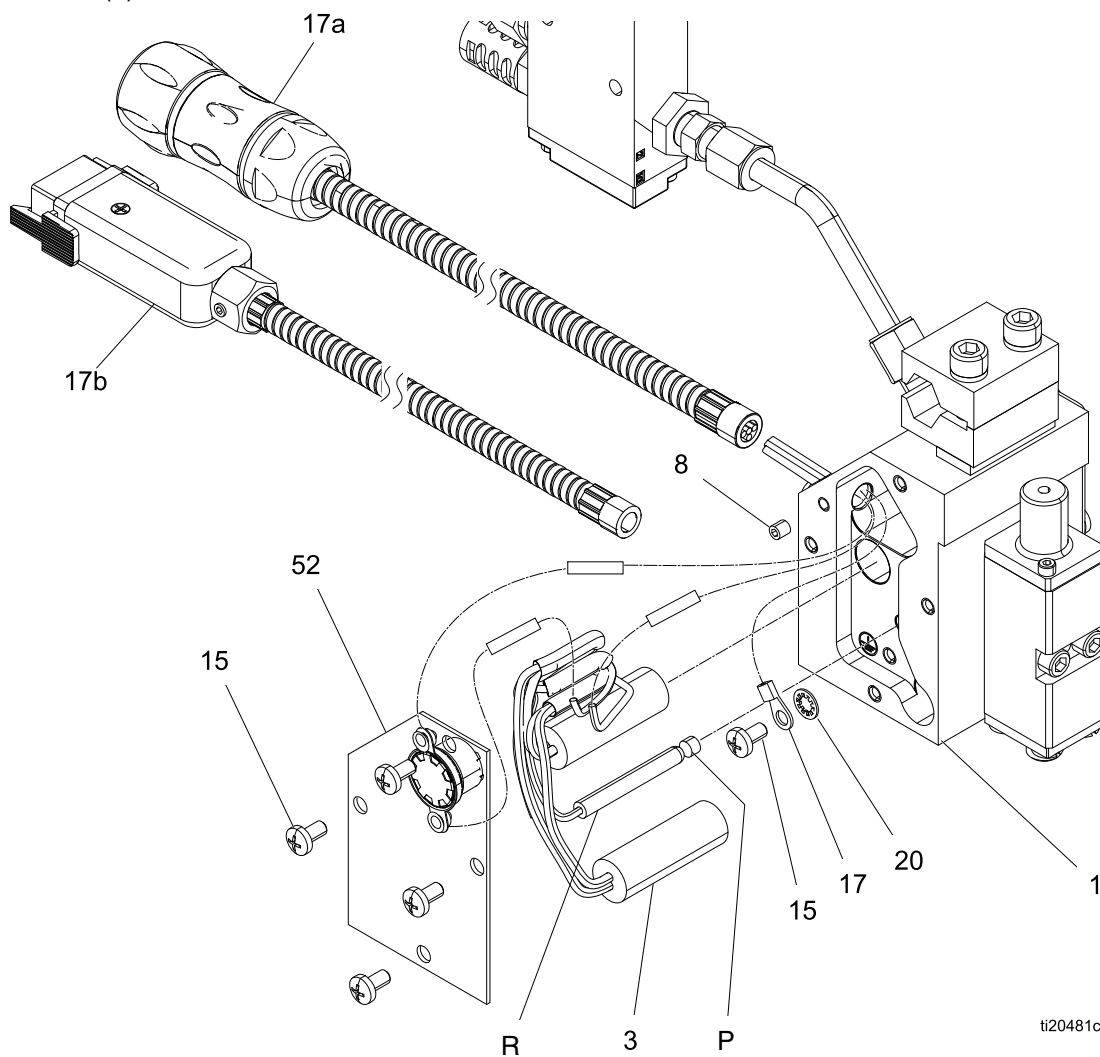

Figure 14 Parti di riparazione
Vedere la Fig. 14.
11. Inserire il tappo (P), l'RTD (R) e l'interruttore termico (52) nelle porte del collettore. Vedere la Fig. 14.